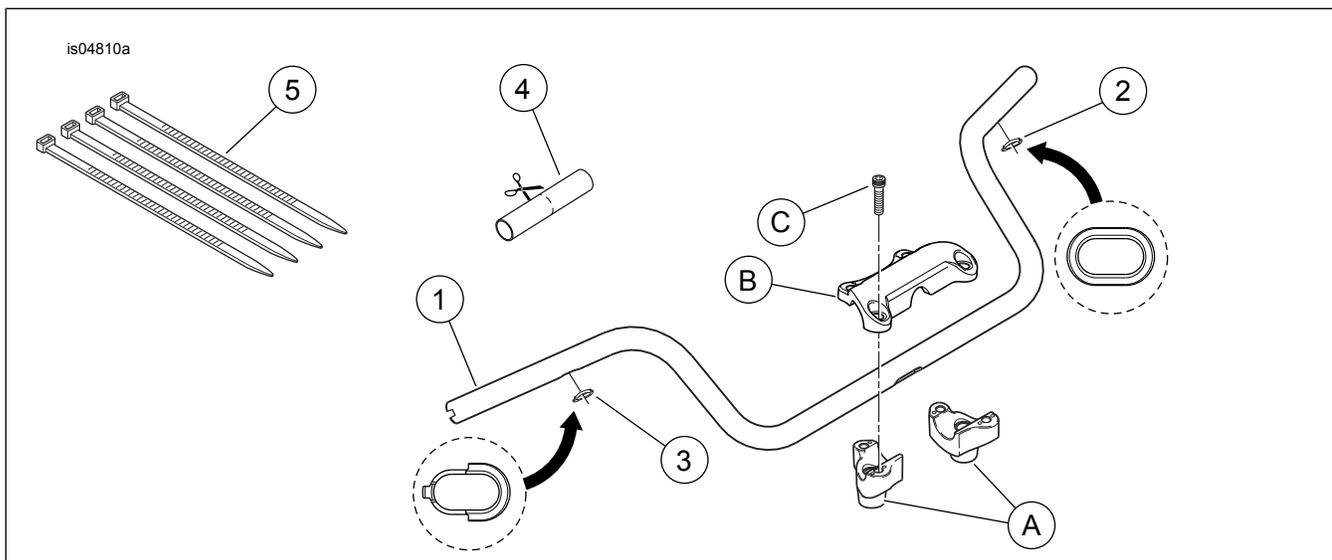

Figure 4. Pièces de rechange : Kits de guidon
9. Voir Figure 4. Couper le manchon en caoutchouc (4) en deux parties de même longueur. Glisser une section du manchon sur chacun des faisceaux de fils de commutateur, sur le conduit flexible, en positionnant le bord extérieur du manchon contre l'extrémité du commutateur intérieur.